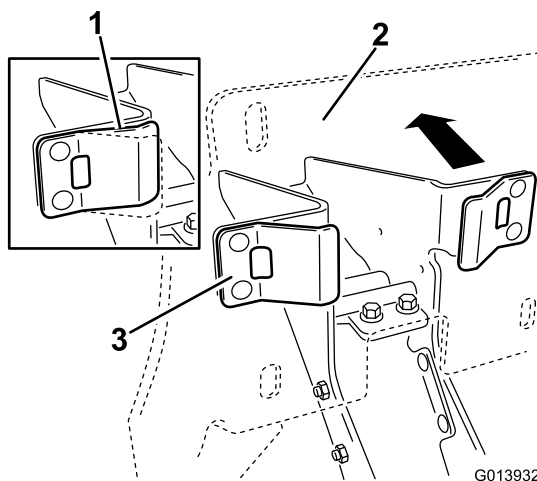

Figura 14
4. Accertandovi che i dispositivi di arresto in plastica siano a contatto con le linguette della molla, esercitate una pressione sul gruppo contropiastra della base sufficiente a comprimere le linguette delle molle a metà corsa (Figura 14).